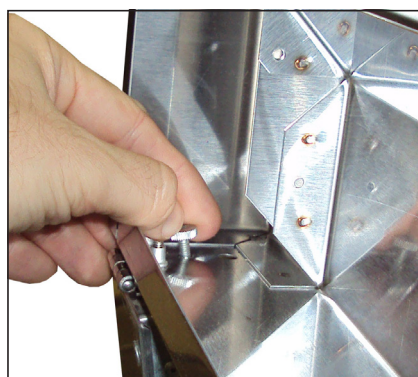

Рис. 2. Винты с накатанной головкой не дают закрыться щитку.
3. Открутить винты. Затем открыть щиток защиты от попадания воды и наживить винты в исходных отверстиях. См. рис. 2.